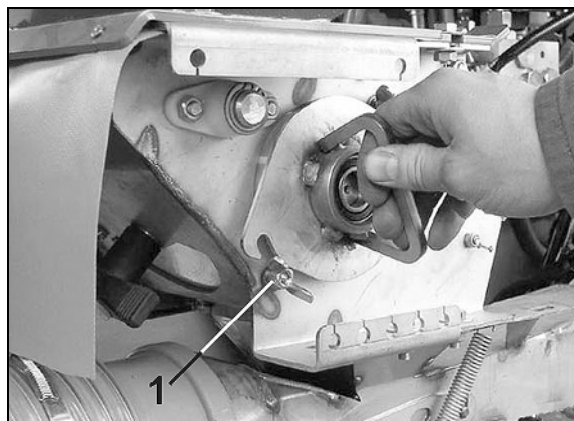

Рис. 91
3. Ослабьте две барашковые гайки (Рис. 91/1), не откручивайте полностью.